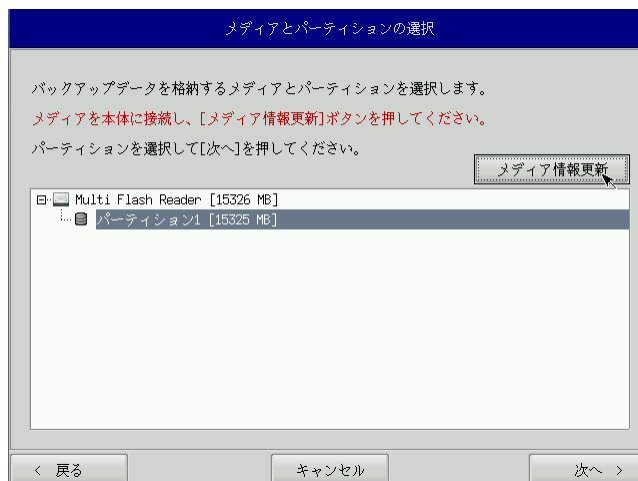

図 6-3-2. メディアとパーティション選択画面
- ④ メディアとパーティション選択画面（図 6-3-2）が表示されます。本体にメディアを接続し、[メディア情報更新]ボタンを押してください。バックアップファイルを保存するメディアのパーティションを選択し、[次へ]ボタンを押します。